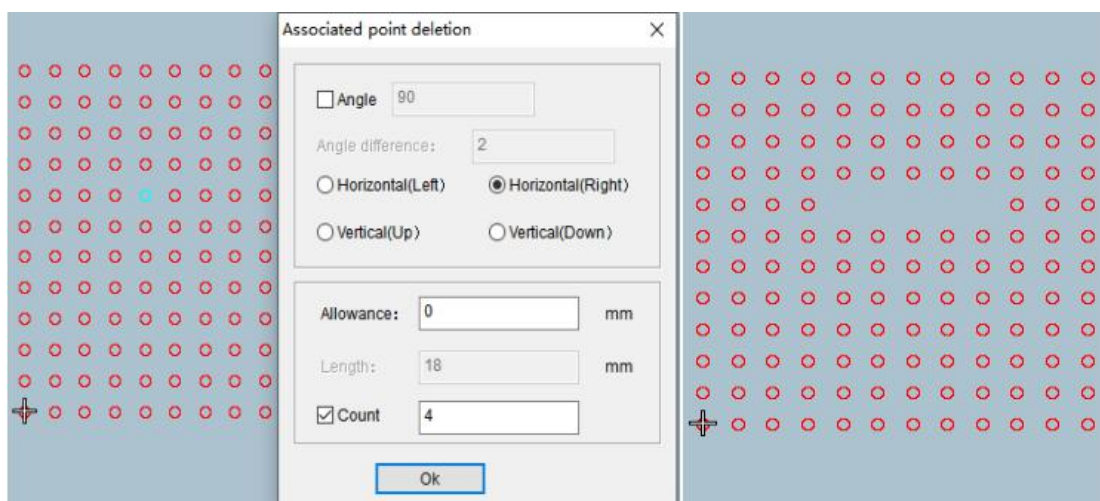

图 4 Picture4
**操作：**使用针迹编辑工具选择图形，点击重复点删除如图 1，会出现图 2 所示对话框点击查找全部。如图 3 所示点击序号图形会有重复的点显示，带\*表示是找到重复的 2 个点，可以选择是删除前一个点，还是删除后一个点，点击删除可以将选择的点删除。删除重复点后剩余的点如图 4，点击查找全部，如果没有重复的点会提示“无重复针迹”如图 5。